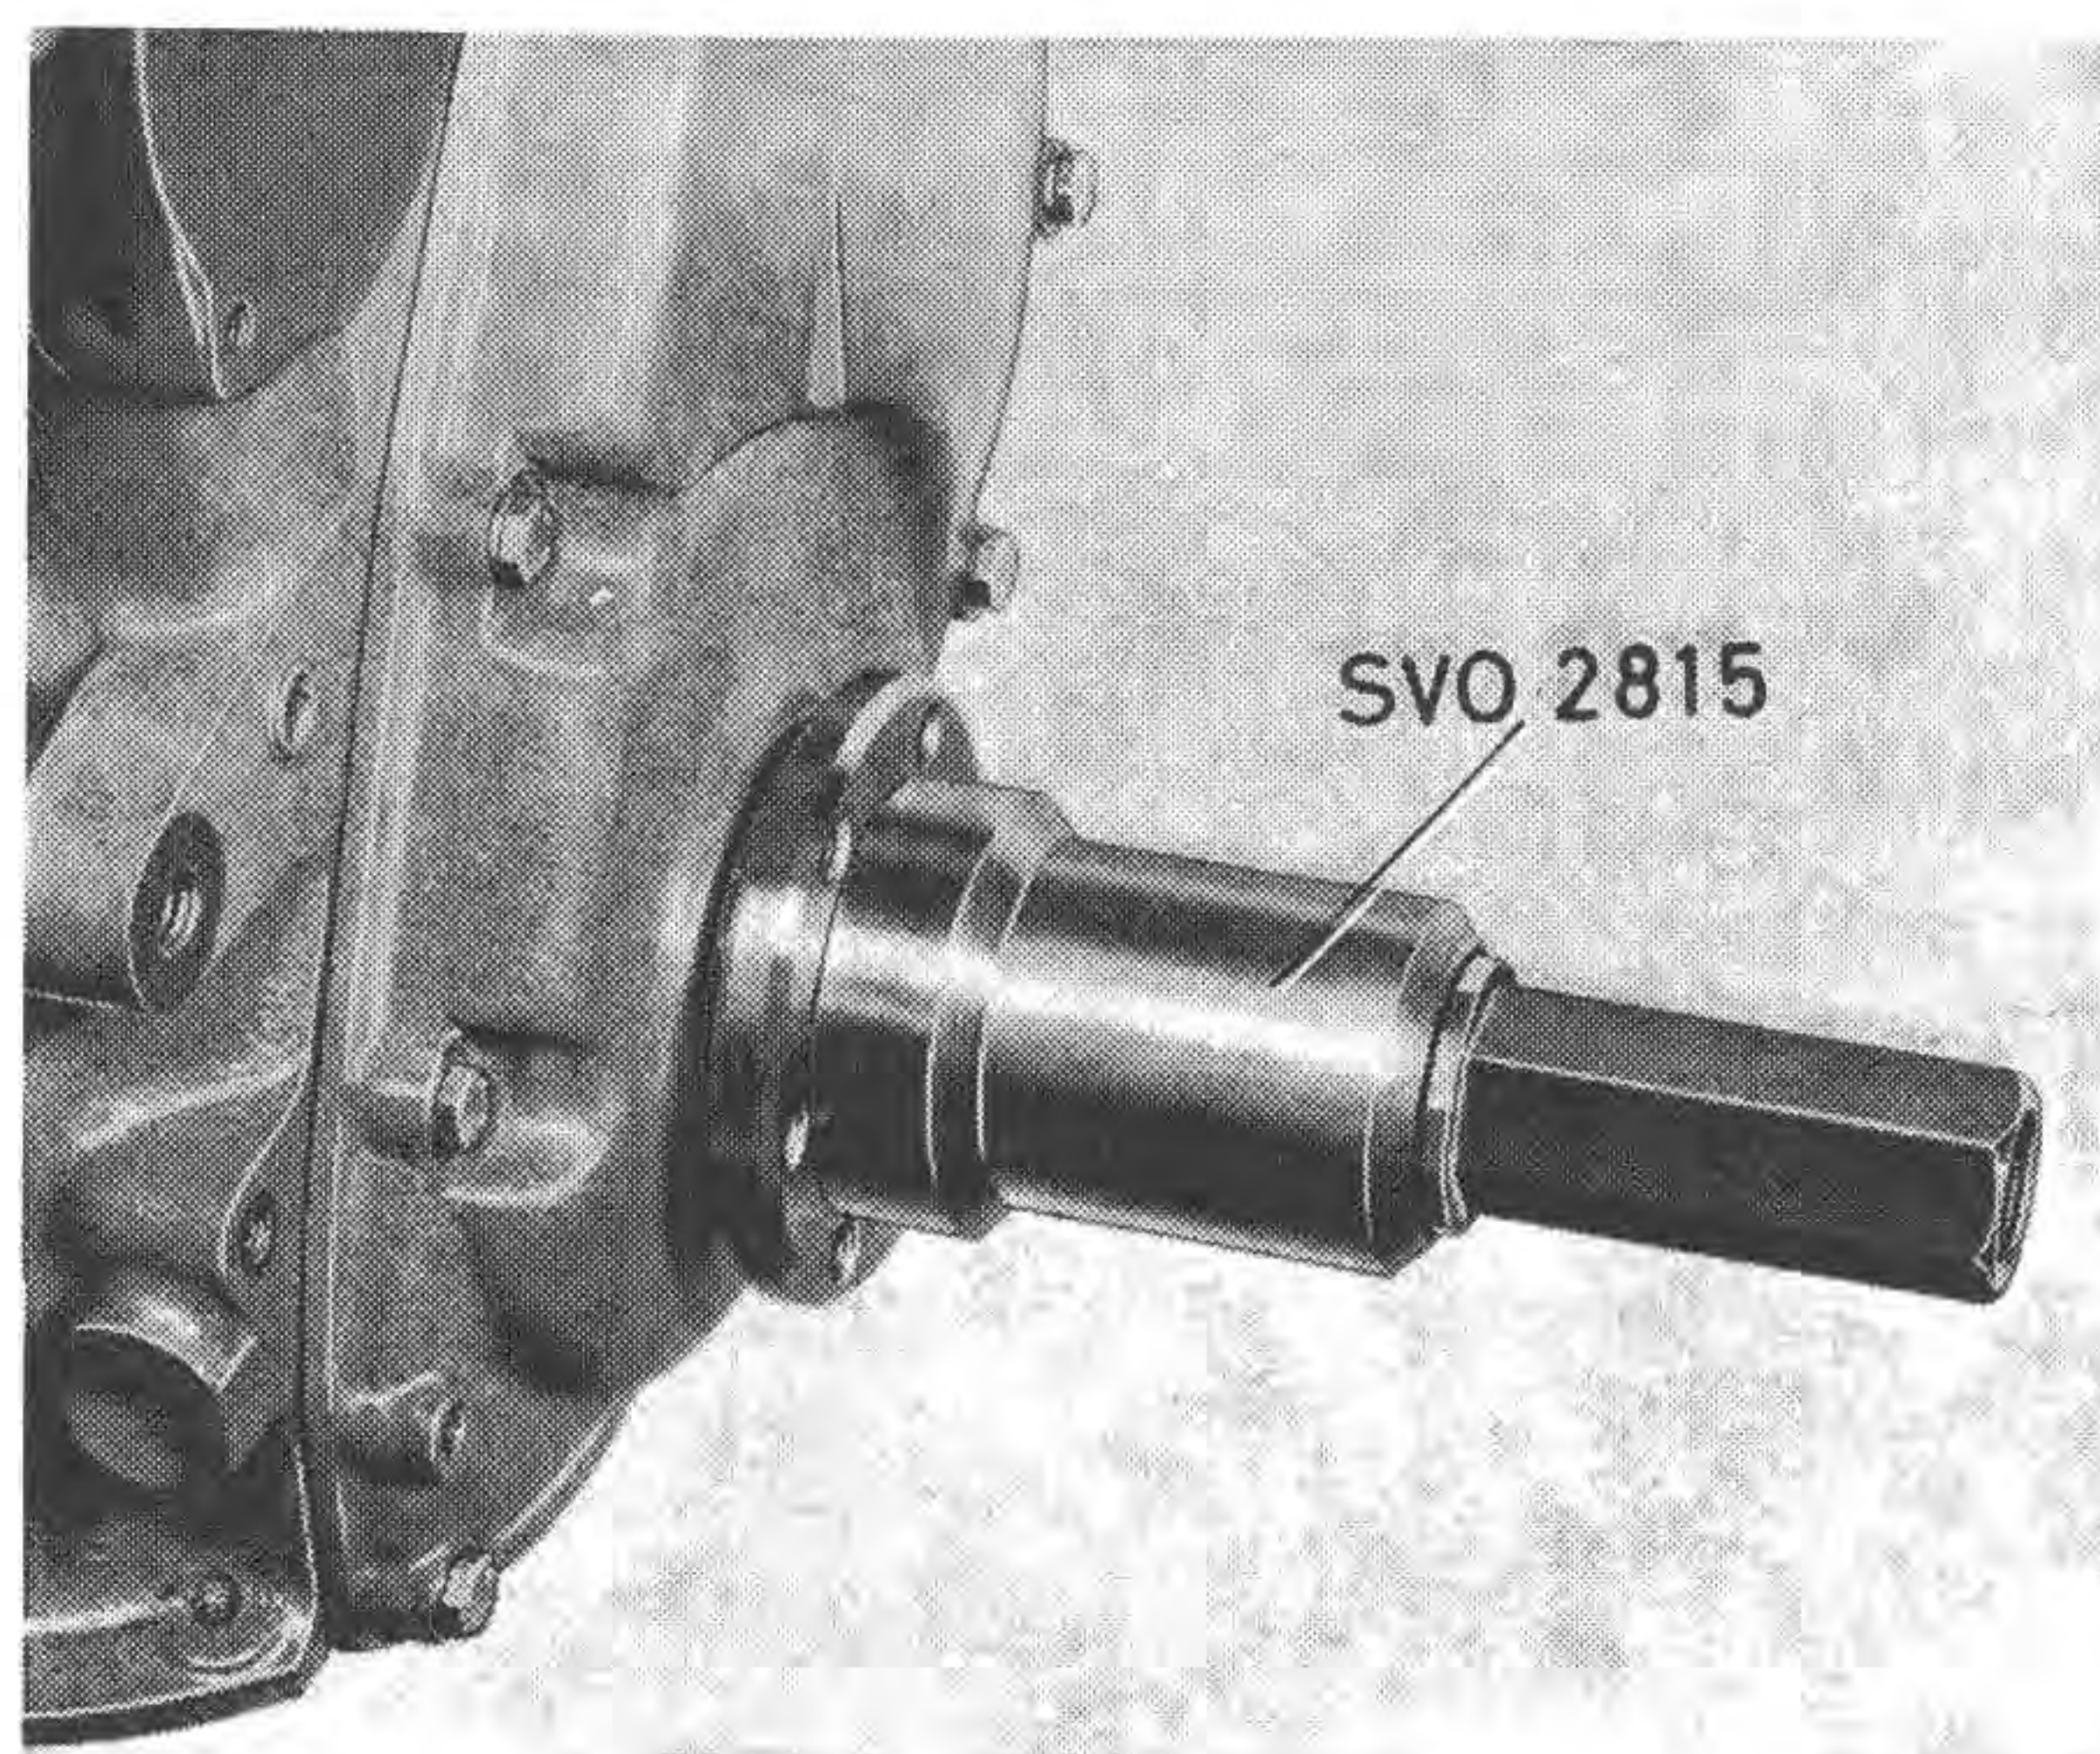

Bild 52. Montering av polygonnav
5. Montera polygonnavet med 2815, se bild 52. Före monteringen ska polygonnavets glidytor infettas. **Observera märkningen**, körslag på vevaxelände och polygonnav. Montera centrumskraven och dra denna med momentnyckel, värde se specifikationen.
10. Montera polygonnavet med 2815, se bild 52. Före monteringen ska polygonnavets glidytter infettas. **Observera märkningen**, körslag på vevaxelände och polygonnav. Montera centrumskraven och dra denna med momentnyckel, värde se specifikationen.